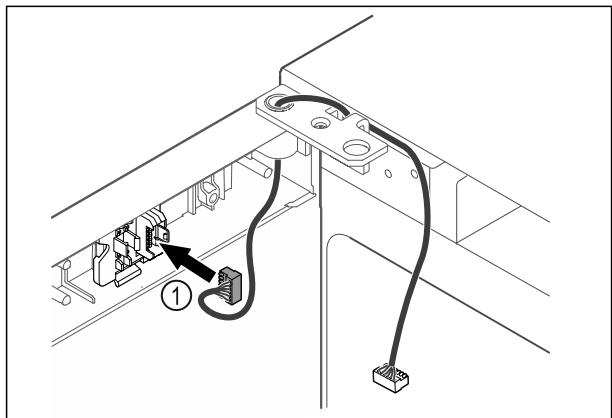

Fig. 40
- ▶ Utaknite utikač Fig. 40 (1) u držać utikača.